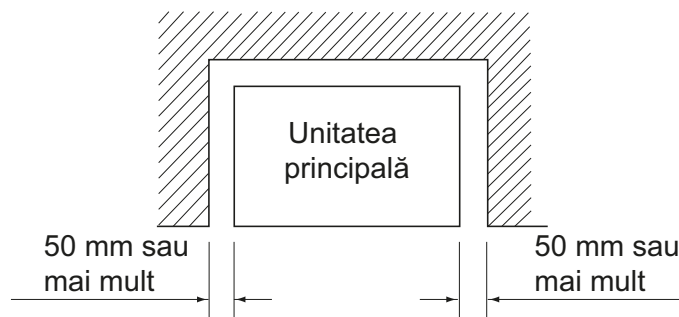

Fig. 2
(1) Alegeți un loc de instalare aprobat de clientul dvs. și în care sunt îndeplinite următoarele condiții.
- Că nu există nimic care să blocheze admisia și evacuarea aerului și că există o distanță suficientă pentru întreținere și deservire. **(Consultați Fig.2)** (Dacă nu se asigură aceste condiții, capacitatea poate să scadă din cauza circuitului scurt.)